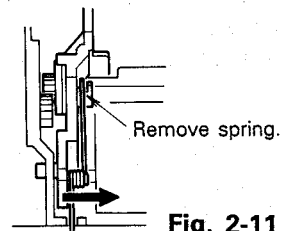

Fig. 2-11
■ **Cassette door** (Fig. 2-11)